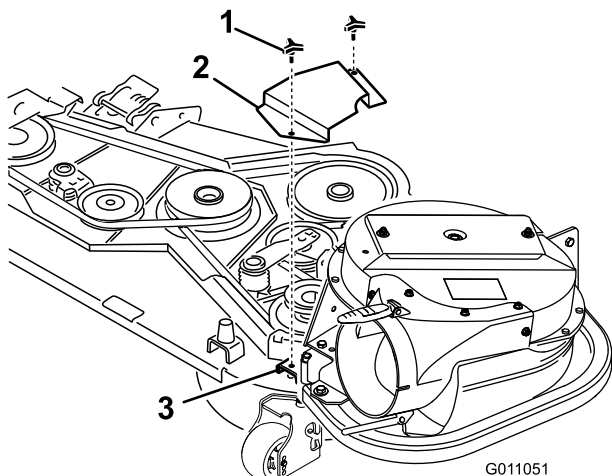

Figure 29
2. Montez le couvercle de la nouvelle courroie de sorte que les crans situés de chaque côté passent sur les supports du couvercle, et fixez avec le verrou (Figure 29).